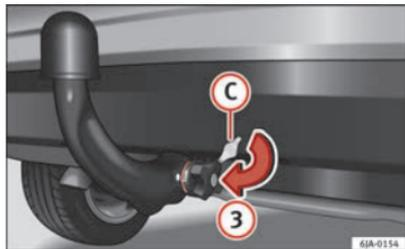

Fig. 118 Mise en place du cache de la serrure
- Fermez avec la clé (B) la serrure de la molette en tournant la clé vers la droite jusqu'à la butée, dans le sens de la flèche (1) – la flèche sur la clé pointe vers le symbole « serrure fermée ».
- Retirez la clé dans le sens de la flèche (2).
- Placez le cache (C) dans la serrure de la molette dans le sens de la flèche (3) ⇒ fig. 118.